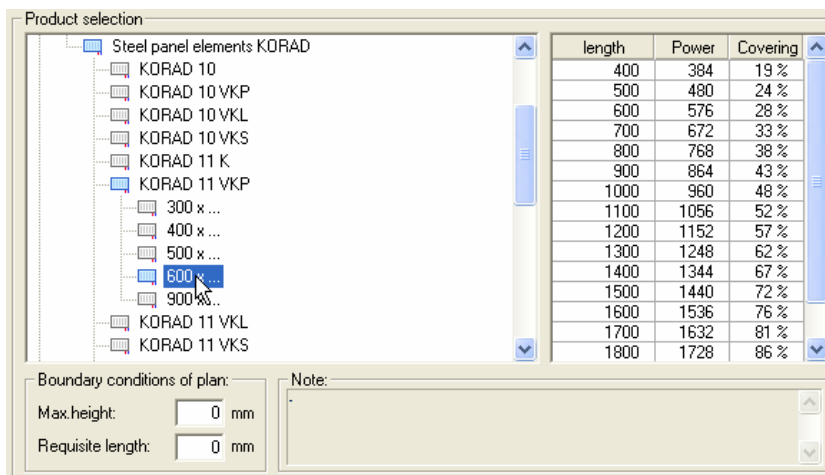

Рис. 3.2-2 Выбор отопительного прибора из банка данных
- В поле с названием *Selection of product/Выбор изделия* разверните при двукратном щелчке левой кнопки мыши желаемое устройство – отопительный прибор или конвектор. В нашем случае выберите отопительный прибор от фирмы «U. S. Steel Košice» / Стальные панельные радиаторы «KORAD / KORAD 11 VKP»/»КОРАД/КОРАД 11 ВКП» и один раз щелкните на высоту отопительного прибора 600х. В правом окне появится перечень отопительных приборов высотой 600мм и разной шириной. (Рис. 3.2-2).